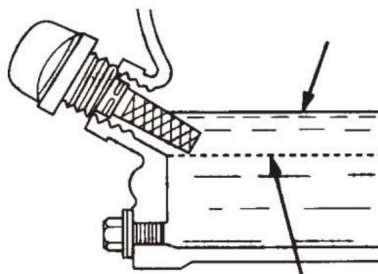

ABB. 3
7.2.4 Wenn der Ölstand niedrig ist (ABB. 3), füllen Sie ihn bis zum Rand der Öleinfüllöffnung auf empfohlen mit SAE10W-30 4-Takt-Öl. Die maximale Ölkapazität beträgt 400 ccm.